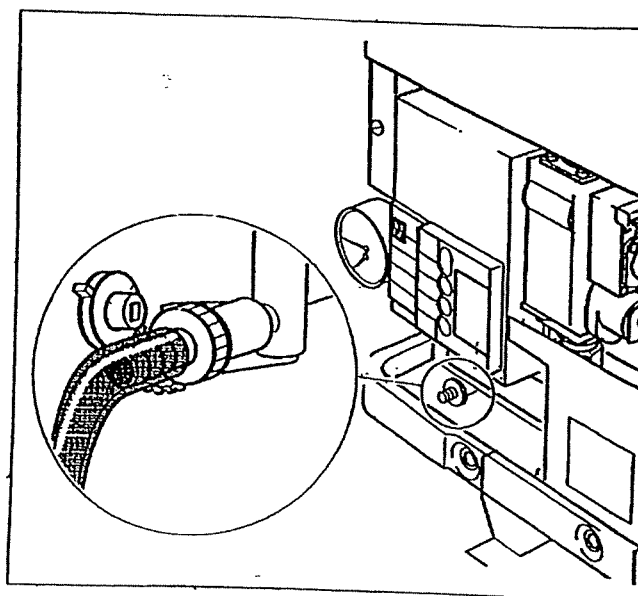

Fig. 18 Riempimento dell'impianto di riscaldamento
- ♦ Inserire nell'apposito rubinetto il tubo flessibile, riempito di acqua, ed aprire il rubinetto con la chiave a testa quadra che si trova sul retro del coperchio (Fig. 18).